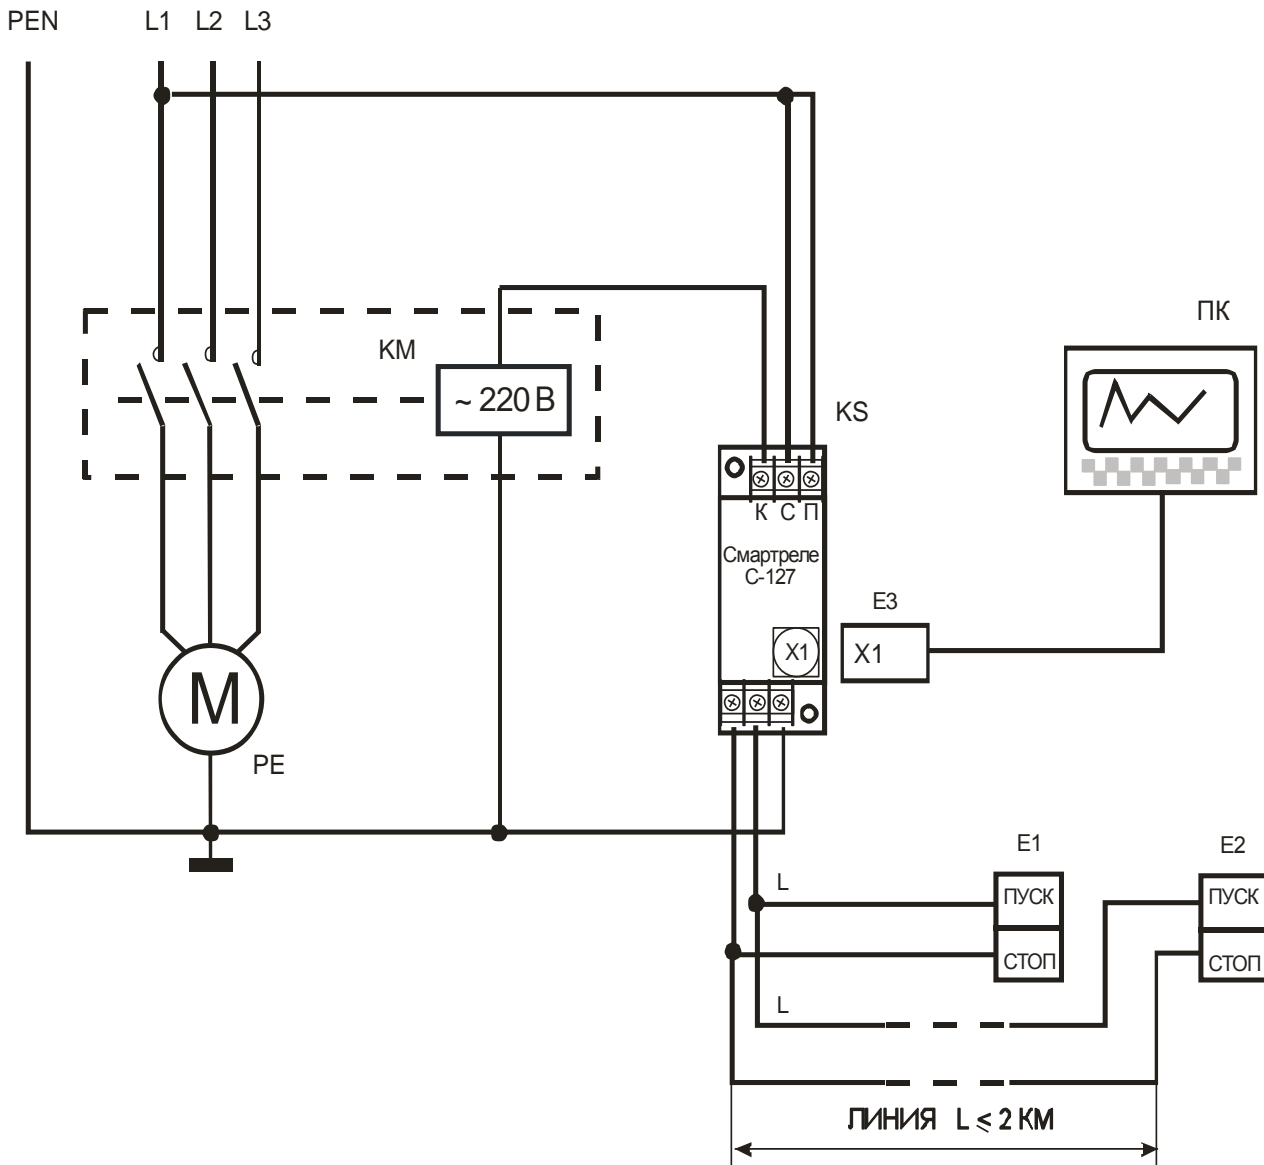
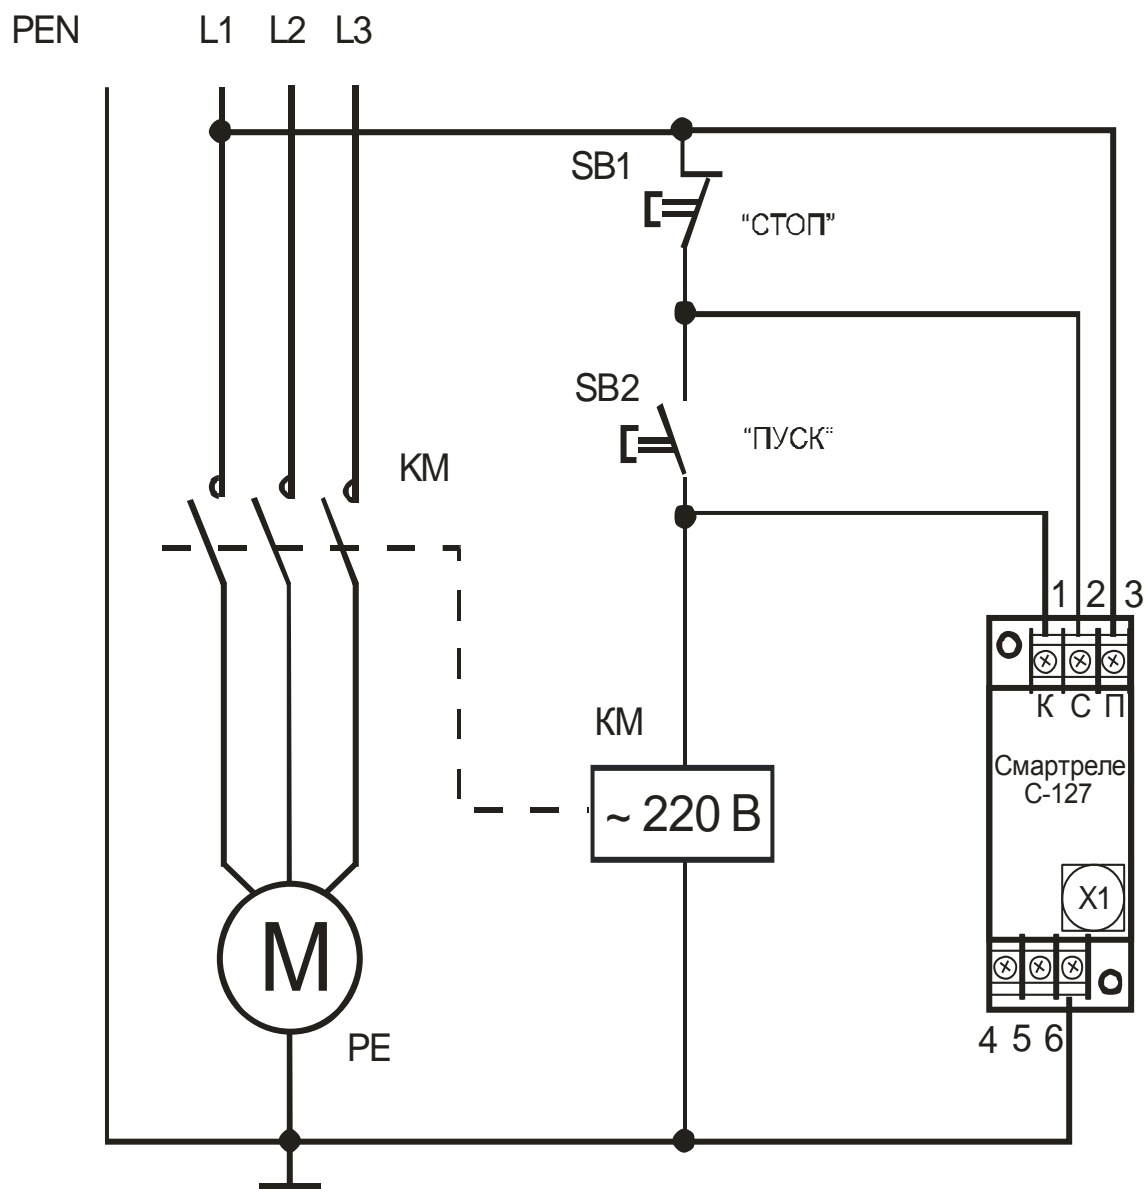

Рисунок 2 - Схема бесконтактного аппарата управления на базе контроллера Смартреле С-127
Рисунок 3 - схема аппарата управления электродвигателем на базе Смартреле С-127 (вариант 1)
5.3 Для управления пускателем (включение/отключение) в ручном режиме оператором предусмотрено подключение к контроллеру одного или нескольких кнопочных сигнальных постов (Е1, Е2 — Рис. 2).
Пост кнопочный сигнальный (рис.2) представляет собой электронный командный аппарат, формирующий при нажатии его кнопок «ПУСК» или «СТОП» аналоговые команды, поступающие в контроллер по двухпроводной сигнальной линии L.
5.8 Как вариант, может быть использована схема подключения контроллера с использованием обычных кнопок управления ПУСК и СТОП (рис.3) в оперативной цепи. При этом все описанные выше функции контроллера сохраняются.
7.2. Подключение контроллера производится в соответствии со схемами рис.2, рис. 3.